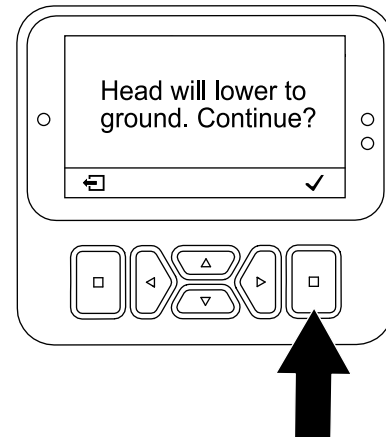

Figure 107
7. Dans l'écran Head Will Lower (la tête va s'abaisser) (Figure 107), appuyez sur le bouton de sélection.